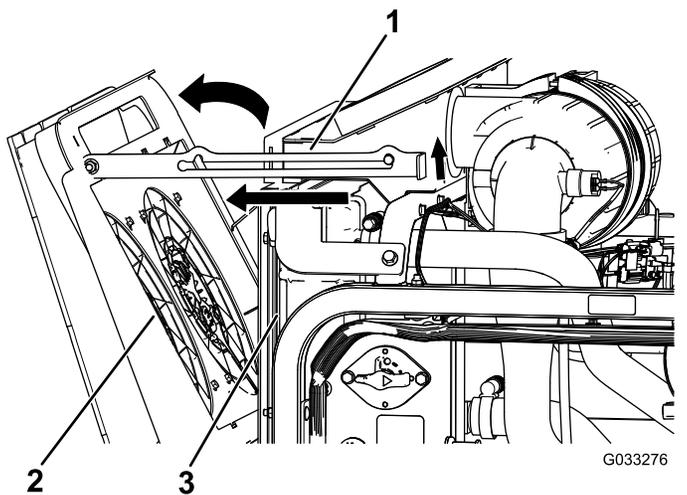

図 114
2. エンジン冷却ファンをラジエターの後方に倒し、支え棒で支える (図 114)。